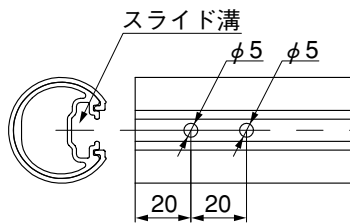

図1-2
- ② 図1-2を参照して $\phi 38$ 手すりビームに孔をあけてください。